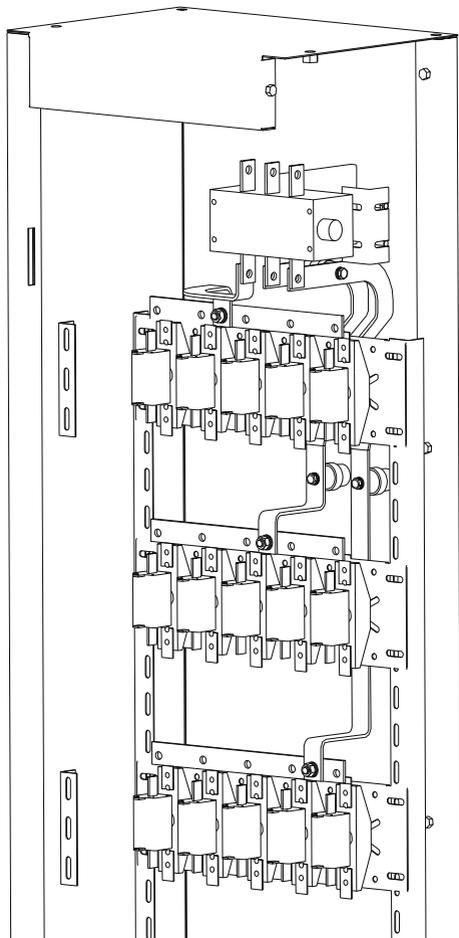

Рисунок 3
2.7 Установить предохранители на панели (рисунок 3). Крепёж в комплект поставки не входит.
2.8 Установить фазные шины на контакты предохранителей (рисунок 3). Крепёж входит в комплект поставки предохранителей.
2.9 Установить на вертикальные уголки панели с предохранителями, совмещая отверстия в вертикальных и горизонтальных шинах (рисунок 3). Крепёж входит в комплект поставки шкафа.
2.10 Выполнить присоединение вертикальных шин с горизонтальных шин к горизонтальным, используя болты М10×25 с плоскими и пружинными шайбами и гайками из комплекта шин (рисунок 3).